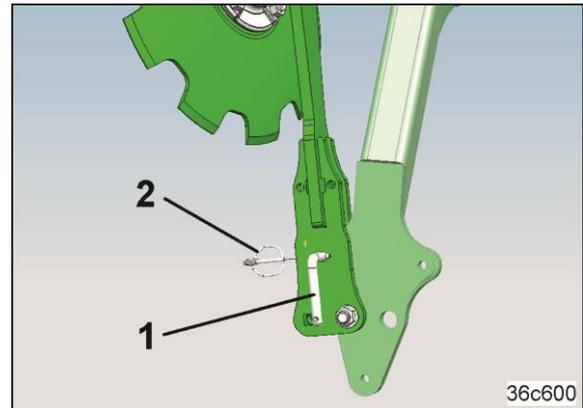

Fig. 310
2. Den Bolzen (Fig. 310/1) herausziehen. Der Bolzen ist mit einem Klappstecker (Fig. 310/2) gesichert.